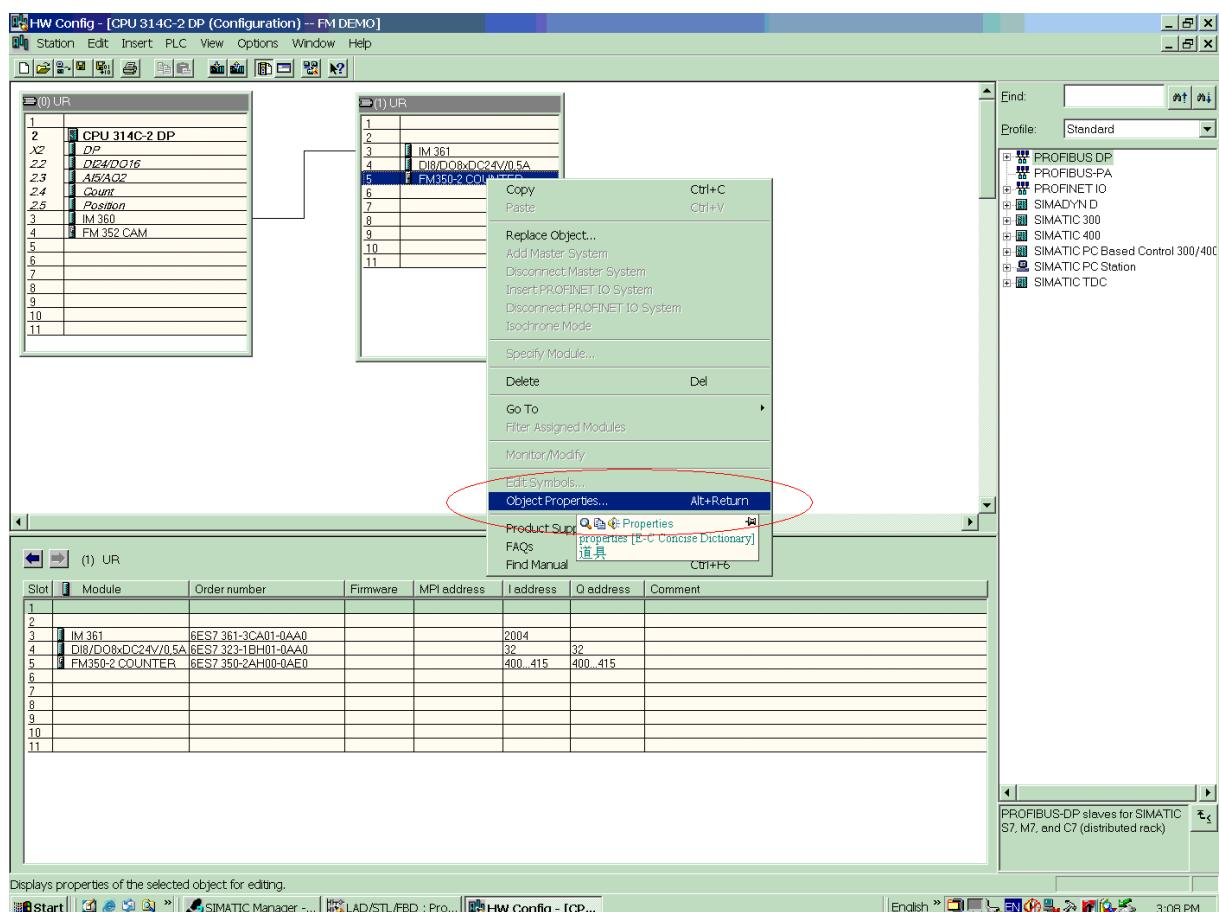

图 4
- 打开关于 FM350-2 的 Object Properties，如图 4；